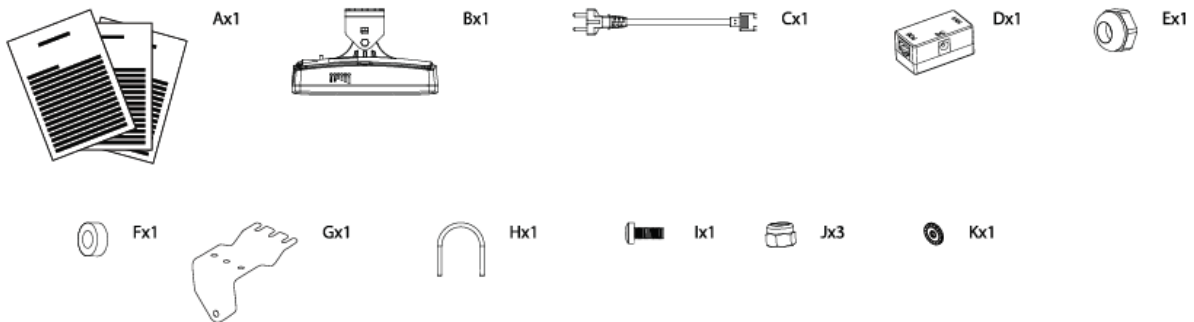

Figure 1 – APC 5M-18 V2 Package Contents
Paso 3. Conecte el soporte (ítem C en la *Figure 1 – APC 5M-18 V2 Package Contents*) al radio a través del tornillo y tuerca (ítems I y J en la *Figure 1 – APC 5M-18 V2 Package Contents*).
Paso 4. Para el montaje en mástil del APC 5M-18 V2 con el tornillo tipo U (ítems H y J en la *Figure 1 – APC 5M-18 V2 Package Contents*) como se muestra a continuación:
Paso 5. Conecte el cable STP en el APC 5M-18 V2, después instale la junta de goma (ítem H de la *Figure 1 – APC 5M-18 V2 Package Contents-14*) en el cable y posteriormente introduzca la protección del cable y apriete el seguro (ítem G de la *Figure 1 – APC 5M-18 V2 Package Contents*) como se muestra a continuación: